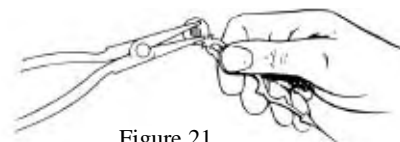

Figure 21
AJUSTEMENT DE L'AIGUILLE DES MINUTES (Figure 21)
5. Regardez à l'arrière de l'aiguille. Vous verrez un manchon ou encoche carré qui peut être bougé avec la pince. En tenant le manchon en place, vous tournerez l'aiguille des minutes un tout petit peu. Souvenez-vous qu'il faut faire de tous petits réglages (1 minute représente une distance très courte sur le cadran). Cf. Figure 21 pour de l'aide sur comment faire ce réglage.